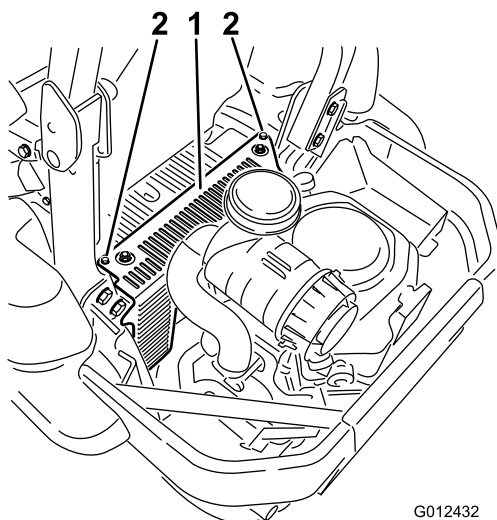

Figura 48
3. Rimuovete la copertura dell'unità idraulica e i relativi 2 bulloni (Figura 48). Questa operazione vi garantisce accesso alla candela anteriore.
5. Installate la copertura sinistra dell'unità idraulica (Figura 48).